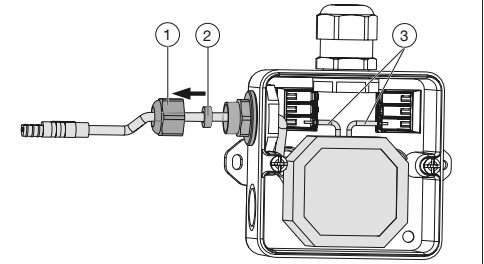

Abb. 2: Aufbau Zugentlastung
3. Lösen Sie die übrigen Verkabelungen (siehe Abb. 2(3)) des Netzteils von den Anschlussklemmen.
(1)	Stromversorgung
(2)	Volumenstromsensor
(3)	Warmwassertemperatur-Sensor
13. Schließen Sie die übrigen Kabel (siehe Abb. 2(3)) an die Anschlussklemmen an.